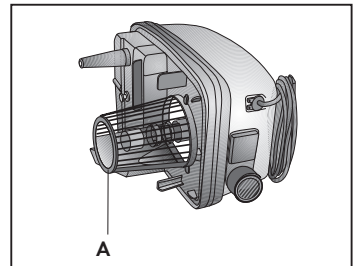

Abb. 24
- Schmutzwasserbehälter (2) leeren.
- Die Saugfunktion über die Taste (19) einschalten und das Wasser mit dem zuvor für die Reinigung verwendeten Zubehör aufsaugen.
- Schmutzwasserbehälter (2) leeren und den Vorgang, wenn nötig, wiederholen.
Jedes Mal wenn das Unterteil des Geräts gereinigt wird, den Filter (A) am äußern Teil reinigen und den festen Schmutz entfernen (**Abb. 24**).